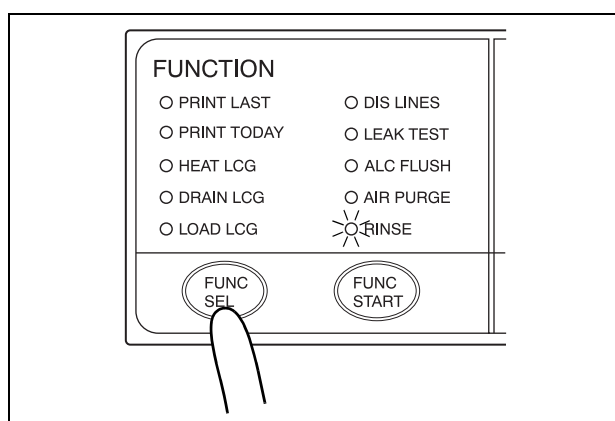

Рис. 7.41
10. Нажмите кнопку FUNC SEL на вспомогательной панели управления, чтобы выбрать «RINSE» (см. Рис. 7.41).